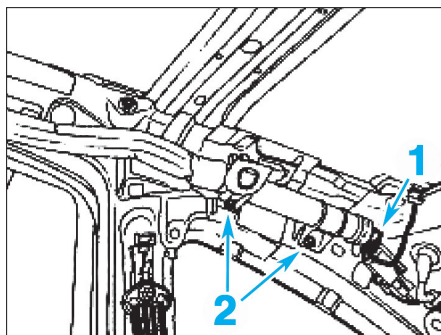

FIG. 6
- Débrancher le connecteur (1) et le fil de masse de chaque allumeur (Fig.6).
- Déposer la vis (2).